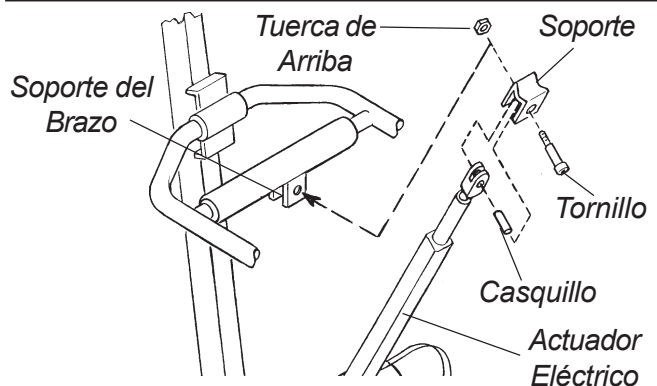

FIGURA 2 - UNIENDO EL ACTUADOR ELECTRICO AL MASTIL
UNIENDO EL ACTUADOR ELECTRICO AL MASTIL (FIGURA 2)
2. Coloque el actuador eléctrico en el soporte que va en el brazo, según se muestra en la FIGURA 2.